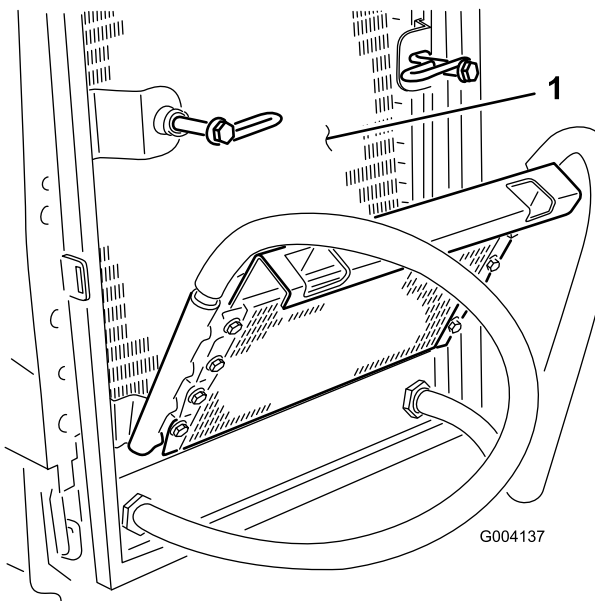

Bild 63
6. Reinigen Sie beide Seiten des Ölkühlers und des Kühlers gründlich mit Druckluft (Bild 63).